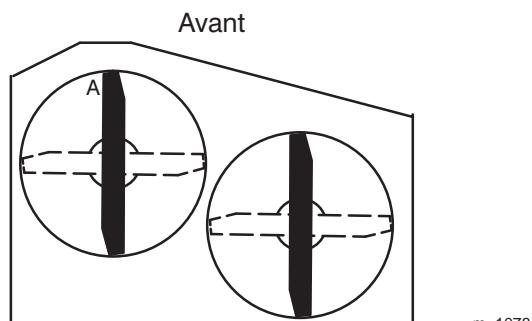
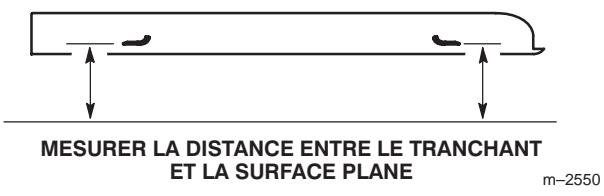

Figure 54
Figure 55
3. Placez la machine sur une surface plane, tournez une lame dans le sens longitudinal (Fig. 54). Mesurez en "A" et entre la surface plane et le tranchant des pointes des lames (Fig. 55)